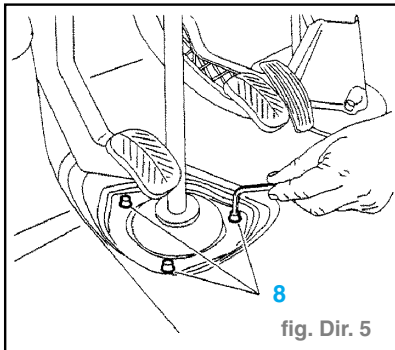

fig. Dir. 5
- les vis (5),
- la vis (7),
- la garniture inférieure (6)
- Déposer les vis (8) sur le plancher. (fig. Dir. 5)